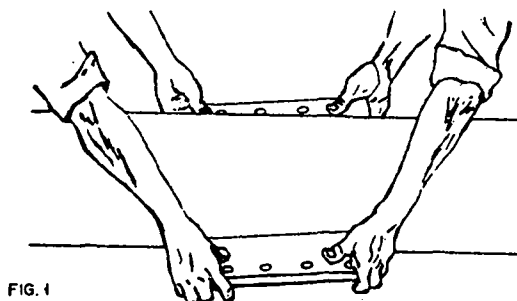

FIG. 1
- 4.º Passo – Monte a base da luva (fig.1).
Chave de boca fixa simples — existem dois tipos: de uma boca (fig. 1) e de duas bocas (fig. 2).